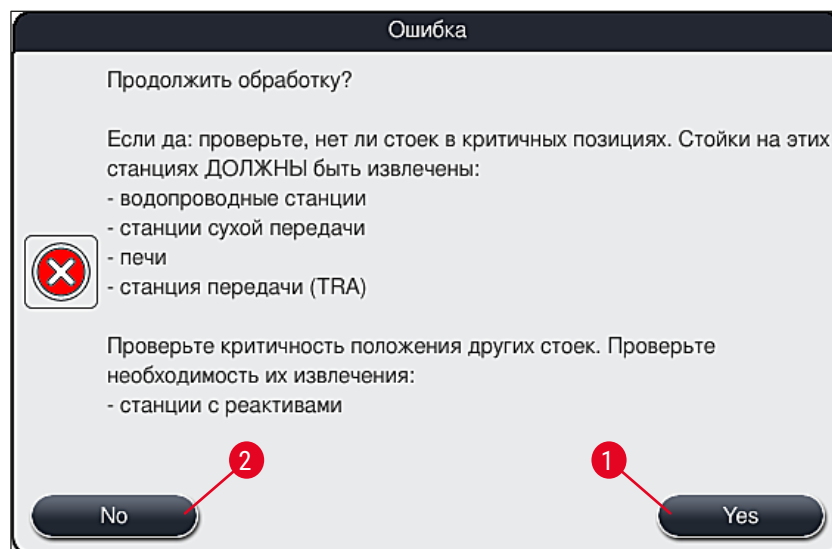

Рис. 112
4. После этого у пользователя появляется возможность выбора: возобновить (→ с. 150 – 8.2.2 Восстановление процесса окрашивания после нарушения подачи питания) или, напротив, отменить процесс окрашивания (→ с. 151 – 8.2.3 Отмена всех процессов окрашивания после нарушения подачи питания) (→ "Рис. 112").
2. Извлеките критические штативы из прибора в соответствии с предыдущим информационным сообщением (→ "Рис. 112") и подтвердите извлечение, нажав на соответствующую станцию (→ "Рис. 113-1") на экране.
Отмену процесс окрашивания и возвращение в предыдущее меню выбора (→ "Рис. 112") можно отменить нажатием кнопки **Отмена** (→ "Рис. 114-2").